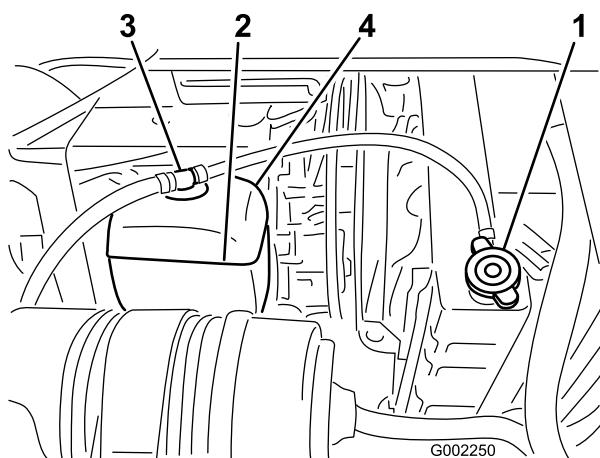

Figure 51
3. Retirez le bouchon du radiateur et le bouchon du vase d'expansion avec précaution (Figure 51).